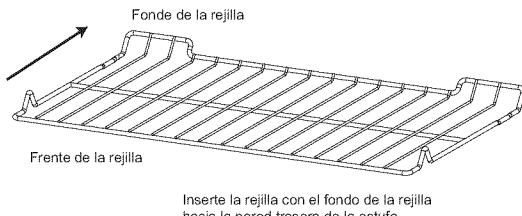

Figura 3: Insertar una rejilla
- Empuje la rejilla completamente hacia adentro (Vea Figura 3).